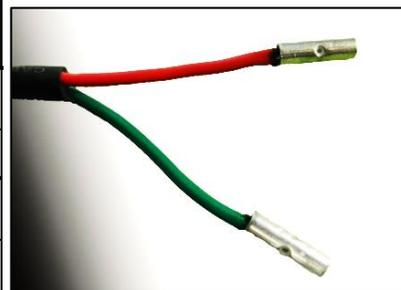

Figure 18
2.13.2. Fixer le câblage sur les bases de montage pour assurer une protection contre les arêtes coupantes et la vibration (Fig. 18).